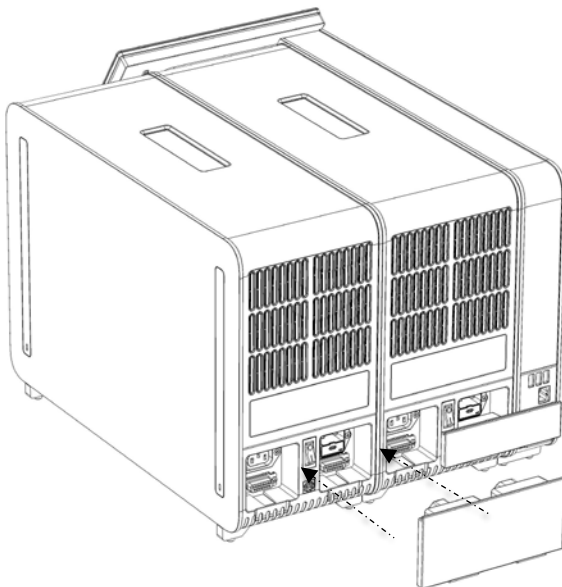

Figura 18. Conectarea punții modul analitic/analitic.
6. Conectați puntea modul analitic/analitic din spatele QIAstat-Dx Analyzer 1.0 pentru interconectarea celor două module analitice (Figura 18).